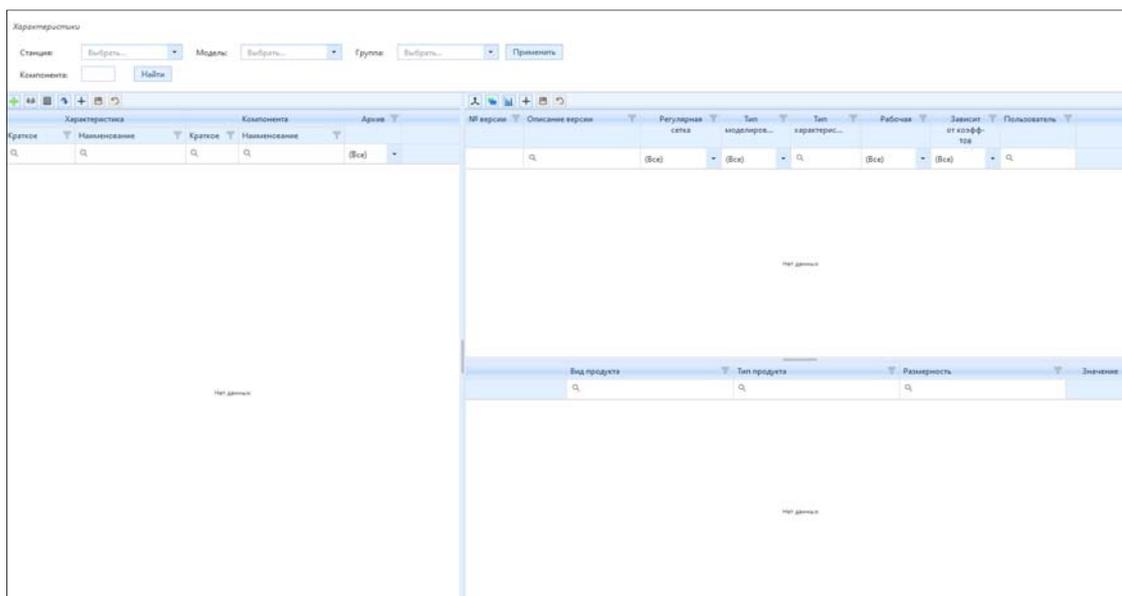

Рисунок 4.3.23 – Интерфейс подраздела «Характеристики»
1. На рис. 4.3.23 представлен основной интерфейс подраздела «Характеристики».